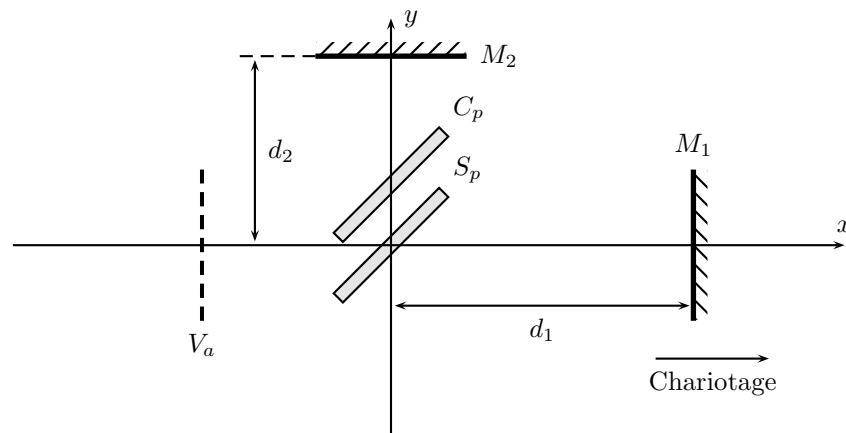

FIGURE 5 – Réglage  $S_p - C_p$
**12.** On observera à l'œil le parallélisme des lames séparatrice et compensatrice  $S_p - C_p$ . Si une anomalie importante saute aux yeux, on la corrigera en jouant en agissant sur les vis **v6** et **v7**. On effectuera des réglages plus fins lorsque l'on projettera des anneaux ultérieurement. En effet, si ceux-ci ne sont pas bien circulaires et donc plutôt elliptiques, il faudra progressivement agir sur les vis précédentes pour rendre les anneaux circulaires. Voir la figure 5.